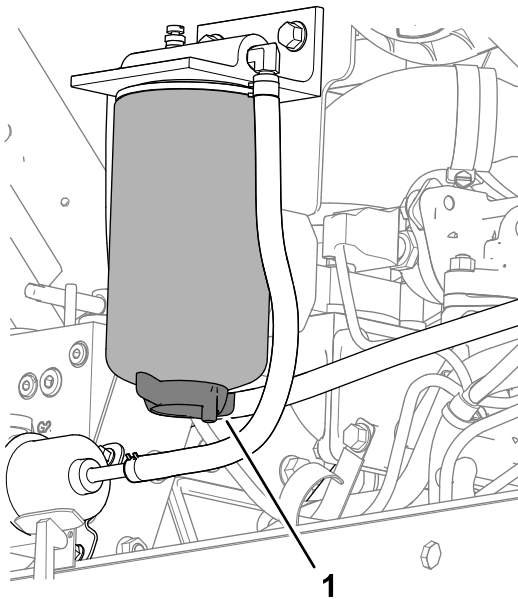

Bild 128
3. Stellen Sie eine Auffangwanne unter den Kraftstoff-Wasserabscheidefilter (Bild 128).